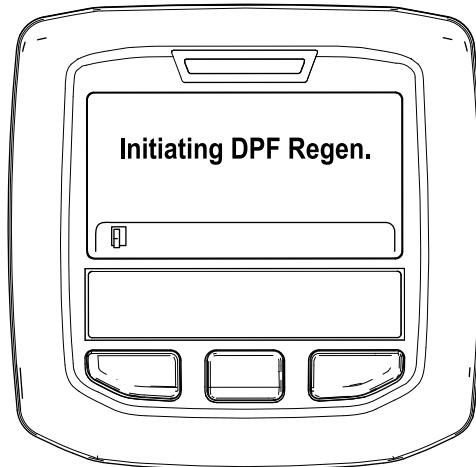

Bild 34
- Die Meldung „Initiating DPF Regen.“ wird angezeigt (Bild 34).